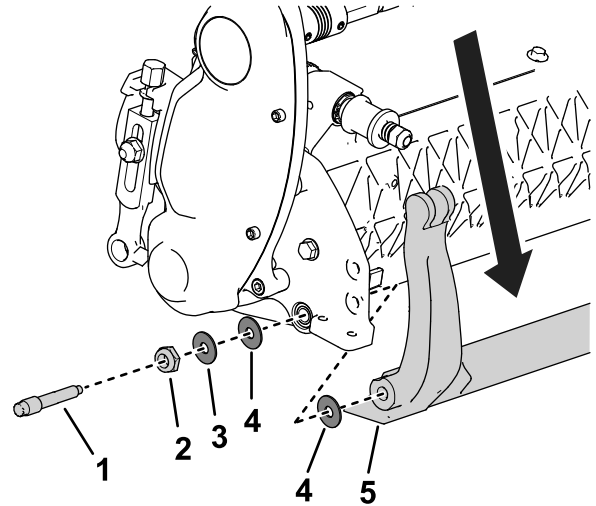

Figura 20
3. Em cada um dos lados da máquina, desaperte a porca de bloqueio que se mostra na Figura 20.
4. Remova cada um dos parafusos da barra de apoio, de modo a puxá-la para baixo e retirá-la da unidade de corte (Figura 20).
Nota: Guarde as duas anilhas de nylon e a anilha de aço de cada uma das extremidades da barra de apoio (Figura 20).
3. Coloque uma anilha de nylon de cada lado da placa lateral. Coloque uma anilha de aço no exterior de cada uma das anilhas de nylon (Figura 20).